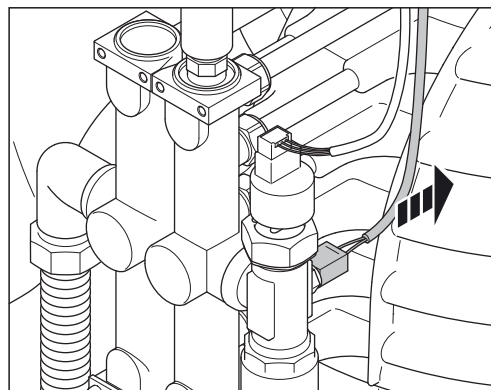

Figura 6-10 Staccare la spina della sonda di temperatura di mandata
2. Estrarre la spina della sonda di temperatura di mandata / ritorno (figura 6-10).